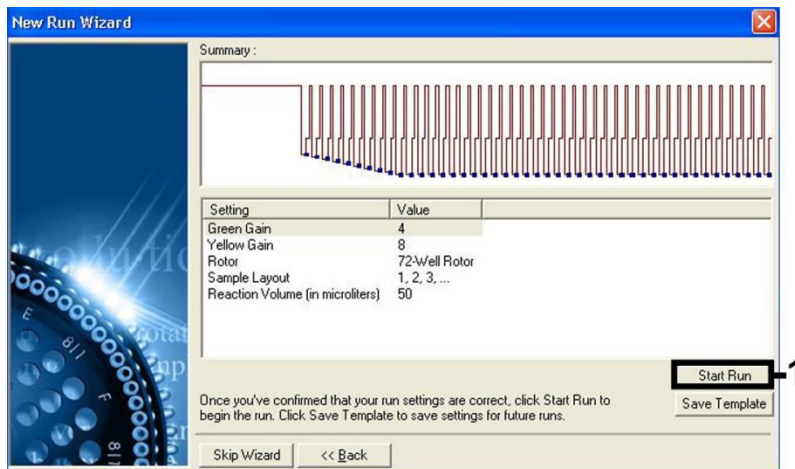

Figura 7. Iniciar a corrida.
O intervalo de detecção dos canais de fluorescência tem de ser determinado de acordo com as intensidades de fluorescência nos tubos de PCR. Clicar em **Gain Optimisation** (Otimização de aquisição de dados) na caixa de diálogo **New Run Wizard** (Assistente de nova corrida) para abrir a caixa de diálogo **Auto-Gain Optimisation Setup** (Configuração de otimização de auto-aquisição) (consultar o Passo 6 e a Figura 7 da folha de protocolo *Settings to run artus QS-RGQ Kits*).
8. Os valores de ganho determinados pela calibração de canais (ou atribuídos manualmente) são guardados automaticamente e são apresentados na última janela do menu do procedimento de programação (Figura 7). Clique em **Start Run** (Iniciar corrida).